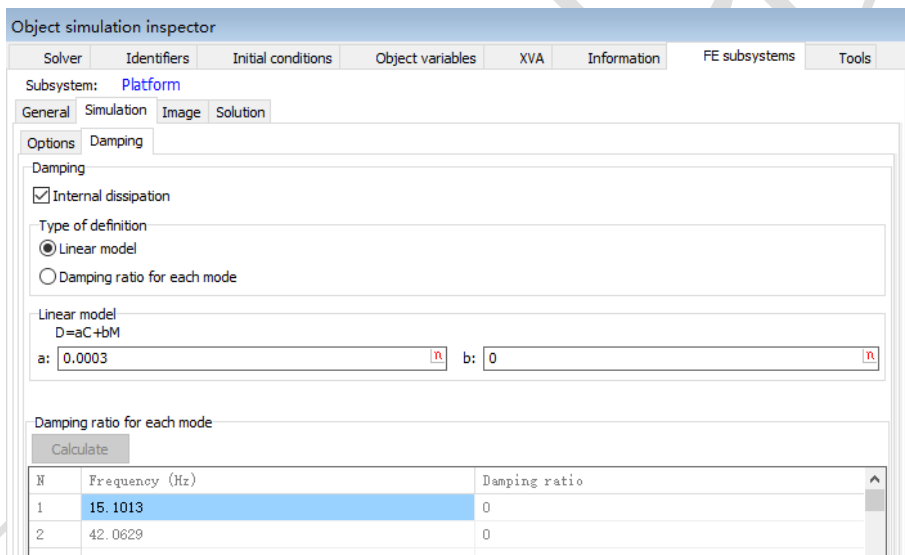

图 2.7
6. 在FEM subsystems | Simulation | Damping页面，设置结构阻尼，如图2.7所示。